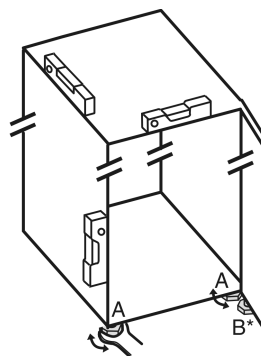

Fig. 24
- ▶ Nóżki Fig. 24 (A) wykręcić przy pomocy dotychczasowego klucza płaskiego oraz wyrównać przy pomocy poziomicy, aż urządzenie będzie ustawione stabilnie i równo.
► Nóżkę Fig. 24 (B) wykręcić z dolnej płytki zawiasu przy pomocy dołączonego klucza płaskiego, aż będzie przylegać do podłoża.
► Nóżkę Fig. 24 (B) obrócić o 90°.